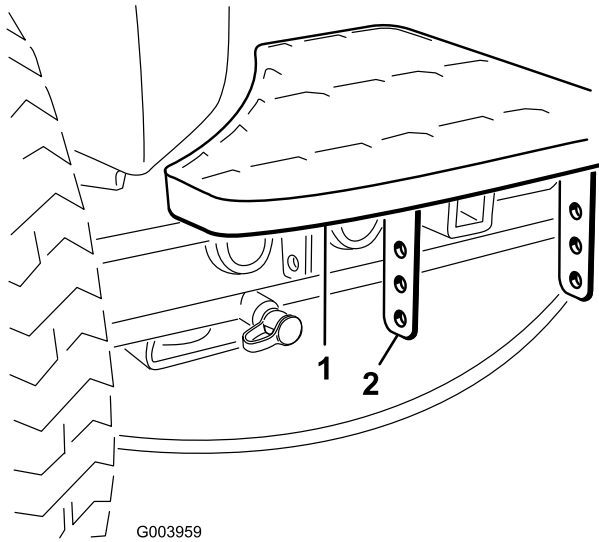

図2
1. ステップのブラケットをトラクションユニットのフレームに固定しているボルト2本を外す図2。